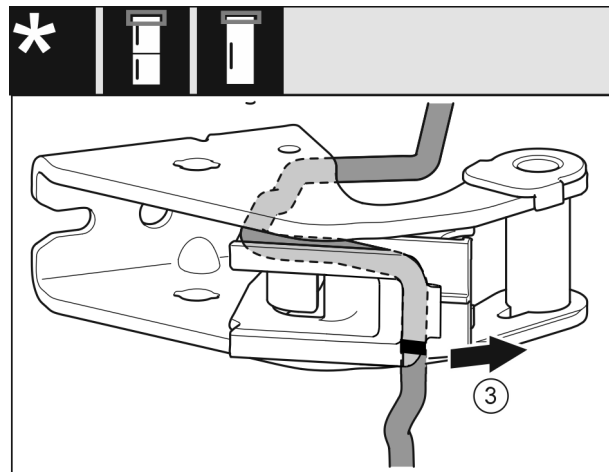

Fig. 18
- ▶ Afmonter kablet inkl. kabelholderen fra hængslet. Fig. 18 (3)